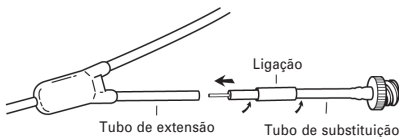

Fig. 12
3. A ponta do tubo de substituição está pré-carregada com uma cânula de metal. Com um movimento de rotação, deslize a cânula de metal para dentro do tubo de extensão até que o tubo de substituição esteja a cerca de 2-3 mm do tubo de extensão. (Fig. 12)